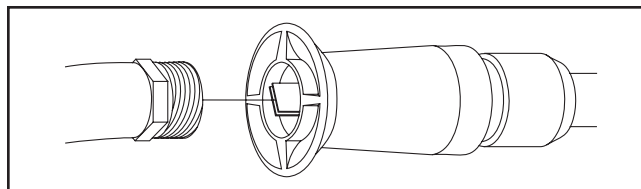

Figura 19 — Suministrar flujo de agua a la boquilla
7. Usando una manguera de jardín, remueva cualquier desecho adicional, poniendo agua en la extensión de la boquilla (Figura 19). Haga ésto de 30 a 60 segundos. Gire la extensión de la boquilla ajustable a "stream spray" (chorro rociador) y mueva la boquilla de "low" (bajo) a "high" (alto), mientras drene el agua.